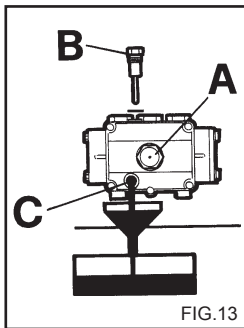

FIG.13
2) Den Deckel mit dem Kontrollstab (Fig.13) aufdrehen.